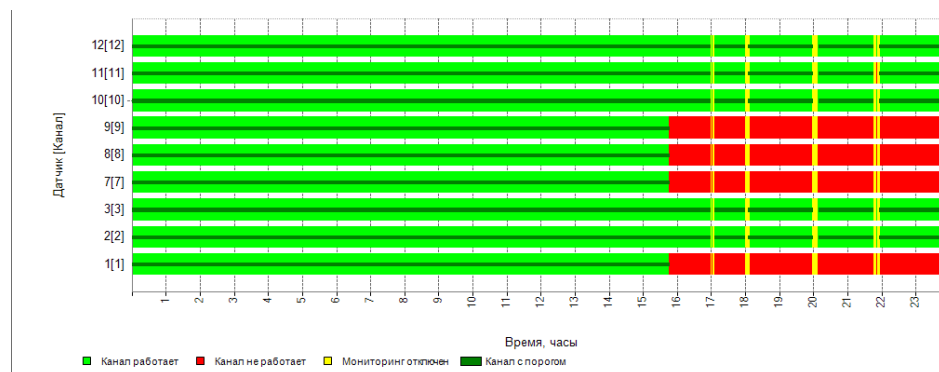

Рисунок 51 – Суточный график работы оборудования сейсмостанции
4. Суточный график работы оборудования сейсмостанции (Рисунок 51).